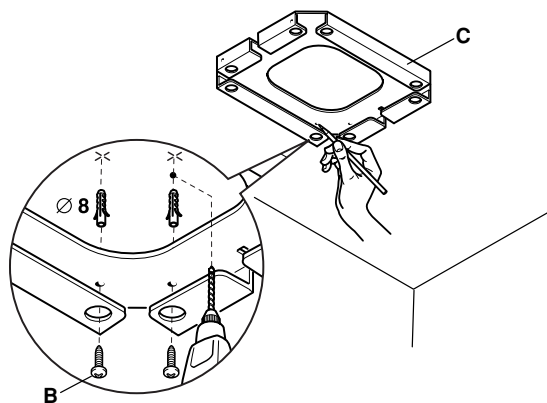

Fig. 2
- Fije el soporte de la campana extractora (C) en el techo utilizando los 8 Fischers de  $\varnothing 8$  y los relativos tornillos (B) (Fig. 2)
- Den Haubenträger (C) mit 8 Dübeln  $\varnothing 8$  und den dazugehörigen Schrauben (B) an der Decke befestigen (Abb.2).